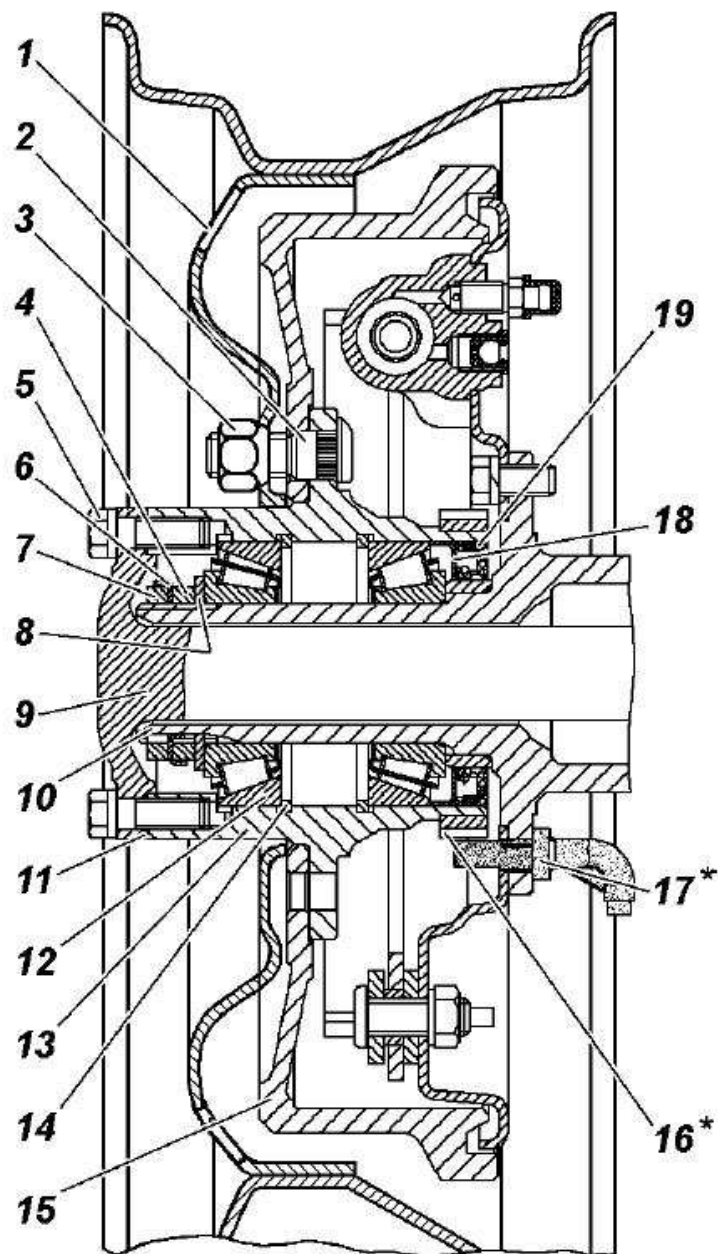

Рис.13 Ступица заднего колеса
2. Выньте полуось 9 (см.рис.13) у заднего моста или снимите фланец ведущий у переднего моста.
5. Установите накладки 23 (см. рис. 13) с прокладками 10 и затяните гайки 24 с крутящим моментом 80-100 Н•м (8-10 кгс•м).